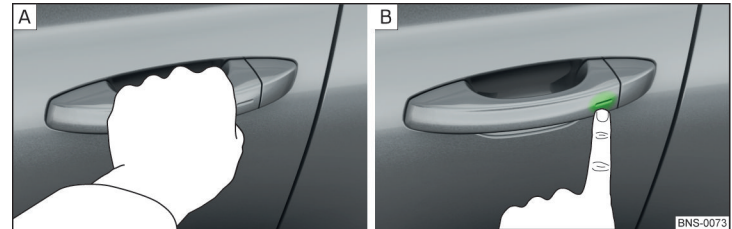

Abb. 36 Fahrzeug entriegeln / Fahrzeug verriegeln
- Den Türgriff greifen, um das Fahrzeug zu **entriegeln** » Abb. 36 - **A**.
- Den Sensor am Türgriff mit dem Finger berühren, um das Fahrzeug zu **verriegeln** » Abb. 36 - **B**.